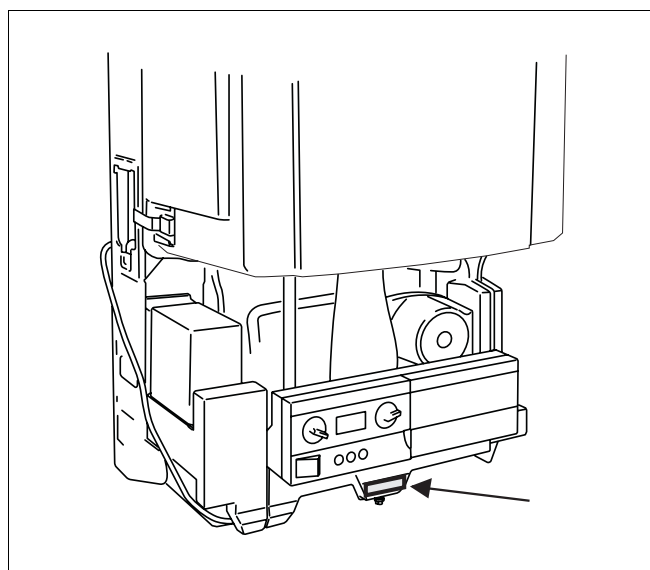

Bild 59 Gasarten-Aufkleber
- Gasarten-Aufkleber (→ Abb. 59) am Heizkessel anbringen.